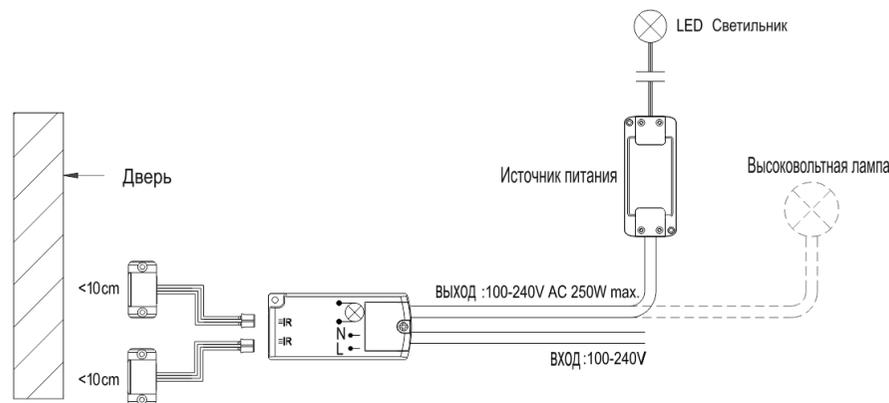

Рис.2
- Установите ИК датчики на рабочую поверхность, как это показано на рис.2.
- Подключите нагрузку к электронному блоку **ИК выключателя** (Выход), (см. рис.2).
- Подключите сетевое напряжение к электронному блоку **ИК выключателя** (Вход), (см. рис.2).